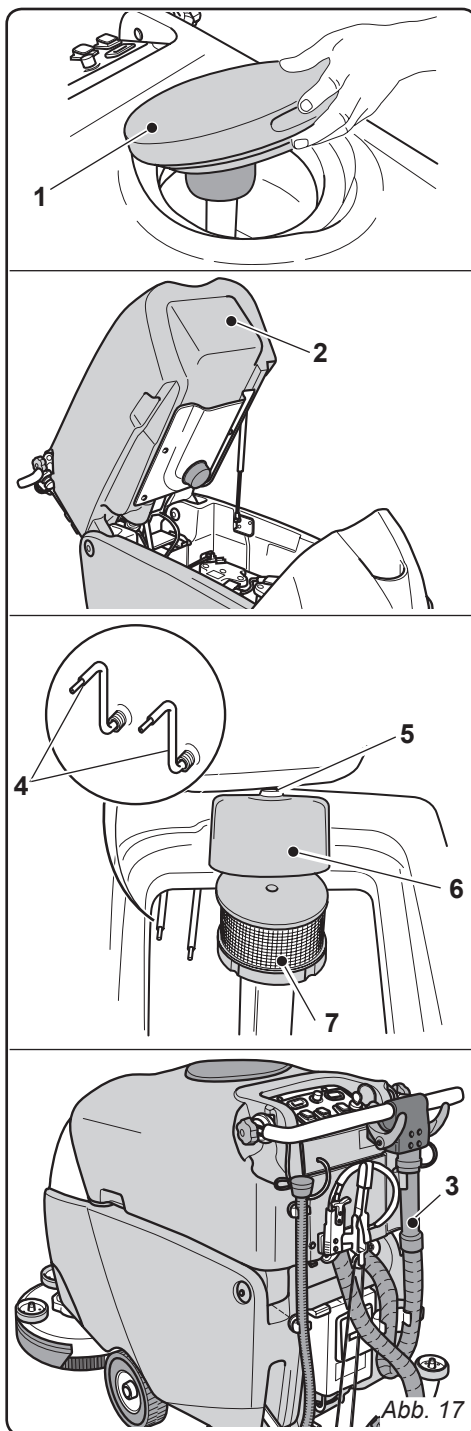

Abb. 17
10.1.b - Reinigung des Schmutzwassertanks (Abb. 17)